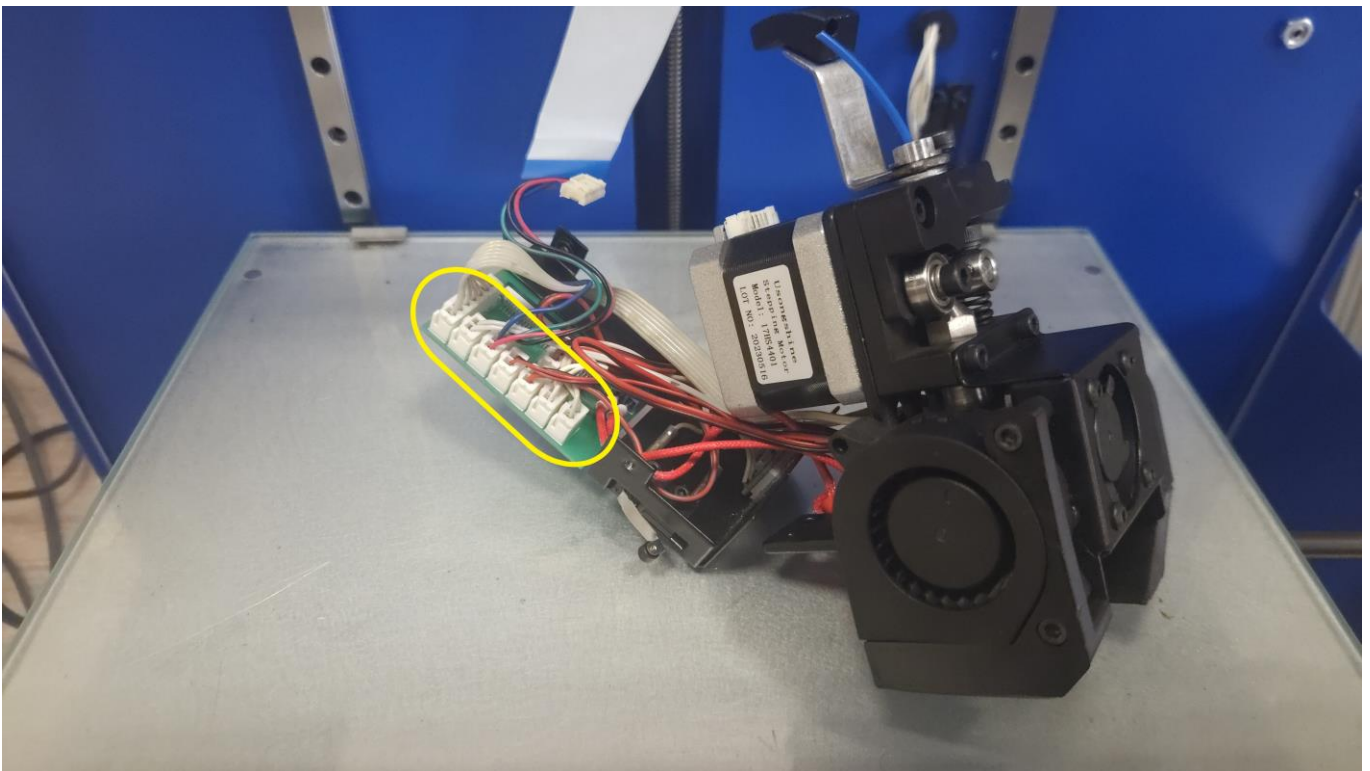

Рисунок 12 — Разъемы коммутационной платы
13. Отсоедините все разъемы от коммутационной платы (рисунок 12) и снимите её, если это необходимо.